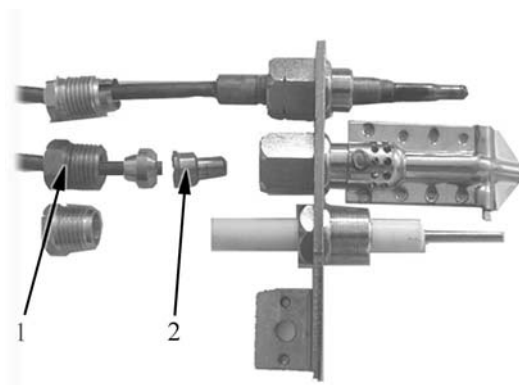

Abb. 8
- Die Düse (Pos. 2 auf Abb. 8) entfernen und durch eine geeignete ersetzen, wie in Tabelle 2 ("Eigenschaften der Brenner und Düsen sowie Einstellung", Zündflamme) angegeben;